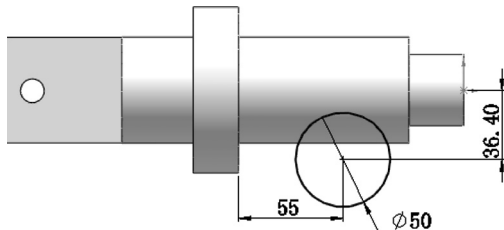

图 11-45 绘制草图 4
**02** 绘制草图。单击“草图”控制面板中的“圆”按钮, 绘制草图；单击“草图”控制面板中的“智能尺寸”按钮, 标注草图尺寸，结果如图 11-45 所示。